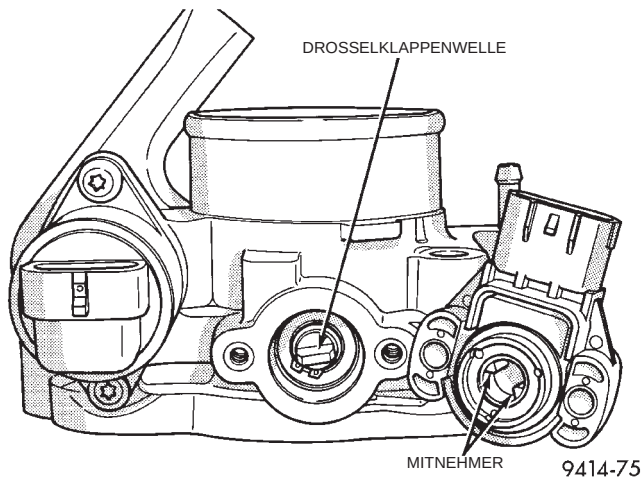

Abb. 69 Einbau, Fühler/Drosselklappenstellung (TPS)
(1) Die Drosselklappenwelle sitzt mit ihrem drosselklappengehäuseseitigen Ende in einer Aufnahme im Fühler/Drosselklappenstellung (TPS) (Abb. 69). Die Aufnahme hat im Inneren zwei Mitnehmer. Die Drosselklappenwelle liegt an diesen Mitnehmern an. Wenn der TPS-Fühler korrekt eingebaut ist, kann er um einige Grad im Uhrzeigersinn gedreht werden, um die Bohrungen für die Befestigungsschrauben zu den Bohrungen im Drosselklappengehäuse auszurichten. Der Fühler/Drosselklappenstellung (TPS) steht unter leichter Spannung, wenn er in die richtige Position gedreht wird. Wenn sich der TPS nur schwer in Position drehen läßt, ist der Fühler so einzubauen, daß die Drosselklappenwelle in der Aufnahme an den beiden anderen Seiten der Mitnehmer